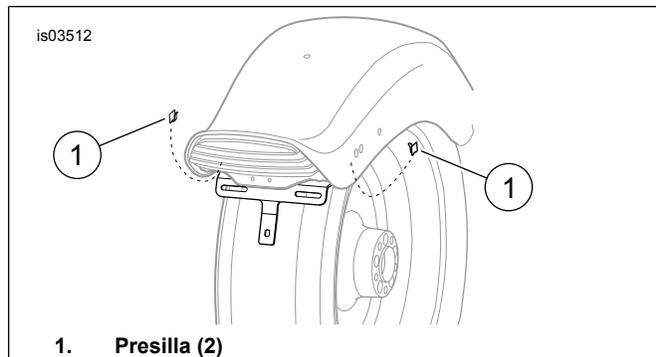

Figura 5. Instalación de la presilla
2. Vea la Figura 5 y la Tabla 1. Pele la película de liberación del adhesivo de cada presilla (1). Sujete cada presilla a la parte inferior del guardabarros cerca de la pieza de soporte de montaje de la luz trasera. Use la presilla para asegurar el cableado de la luz trasera.